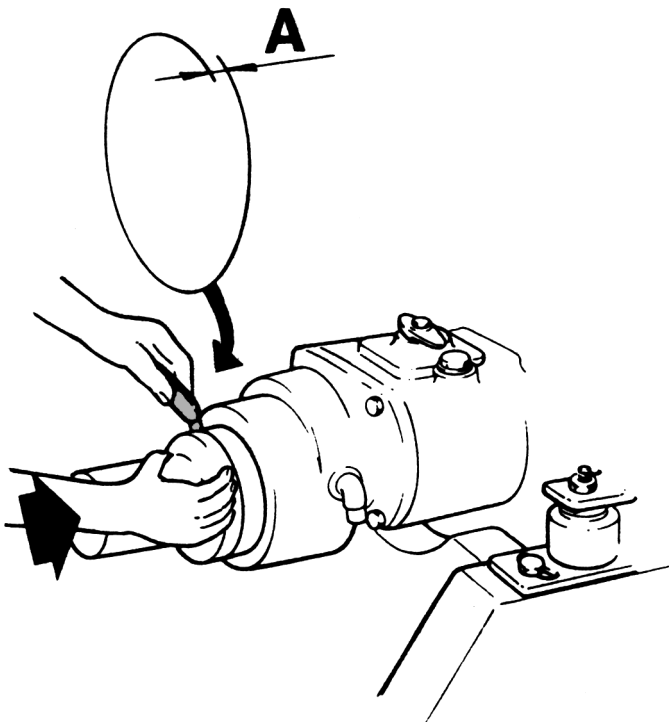

Fig 30.  $A < 0,05$  mm
- Innan propelleraxeln ansluts till backslagsflänsen skall kontrolleras att flänsarna är parallella. OBS! Denna kontroll kan ej utföras med flexibel koppling monterad. Används flexibel koppling skall denna monteras efter slutförd kontroll. För ihop flänsarna så att styrningen äntrar. Kontrollera därefter, med flänsarna tryckta mot varandra, att parallelliteten är så god att ett bladmått på 0,05 mm ej kan föras in mellan flänsarna på något ställe ("A" fig 30). Vrid sedan flänsarna 90°, 180° och 270° samt upprepa kontrollen på de nya lägena. Se till att flänsarna trycks mot varandra under hela kontrollen. Om avvikelser är större än 0,05 mm måste uppriktningen justeras.